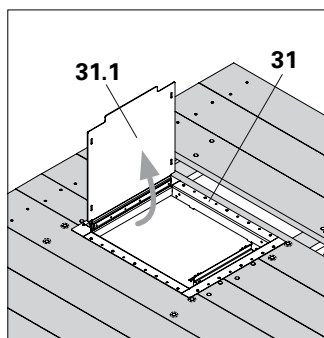

Fig. A1.11a
1. Inserire la botola RCS 55 x 60-2 a ribalta (31) nell'incavo appena preparato. Il coperchio aperto della botola (31.1) deve essere rivolto verso la parete. (Fig. A1.11a)